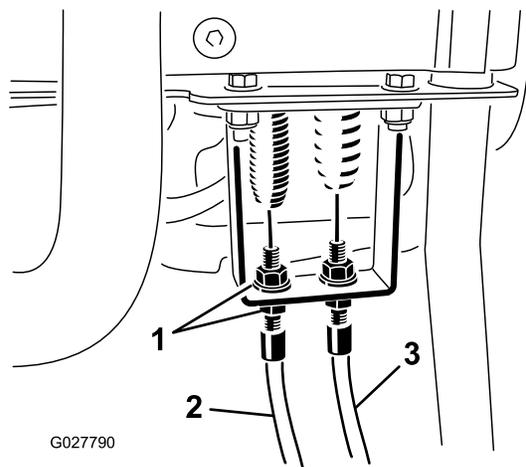

图50
3. 在控制手柄隔板上，放松滚刀控制装置拉线，直至拉线松弛（图50）。